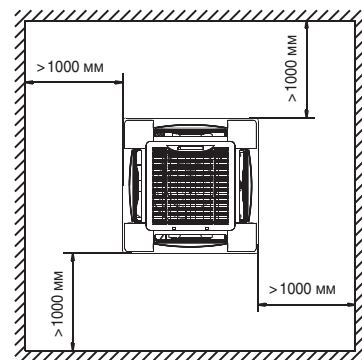

Рис. 5-2
1. Прорежьте в потолке квадратную нишу 880x880 мм в соответствии с размерами монтажного шаблона (рис. 5-2).